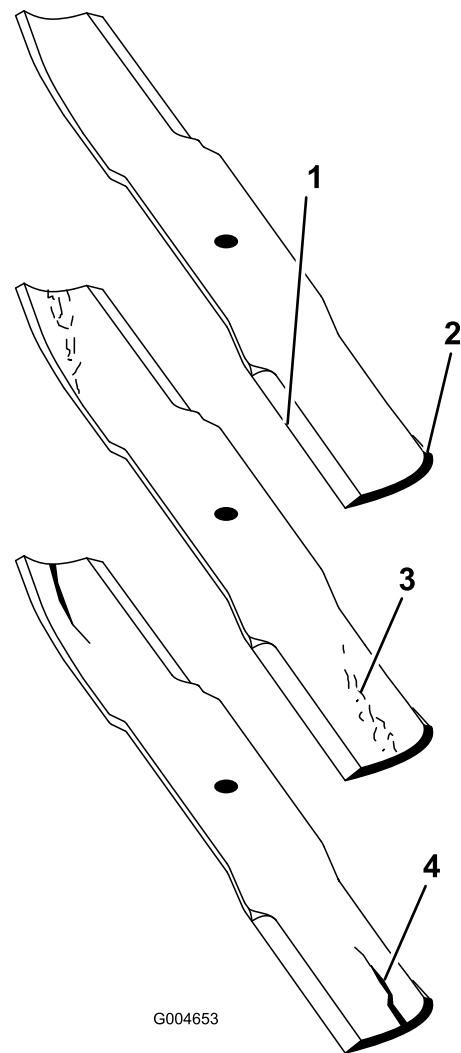

Figura 69
1. Inspeccione los filos de corte (Figura 69).
2. Inspeccione las cuchillas, especialmente la parte curva (Figura 69).
Nota: Si observa daños, desgaste o la formación de una ranura en esta zona (Figura 69), instale inmediatamente una cuchilla nueva.